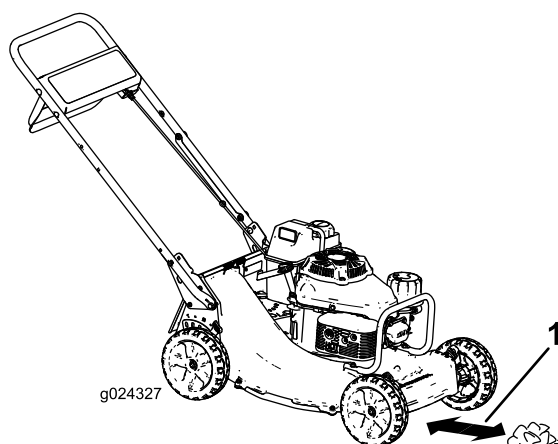

Figure 17
4. Placez la boule de papier journal à 13 cm devant la machine (Figure 17).